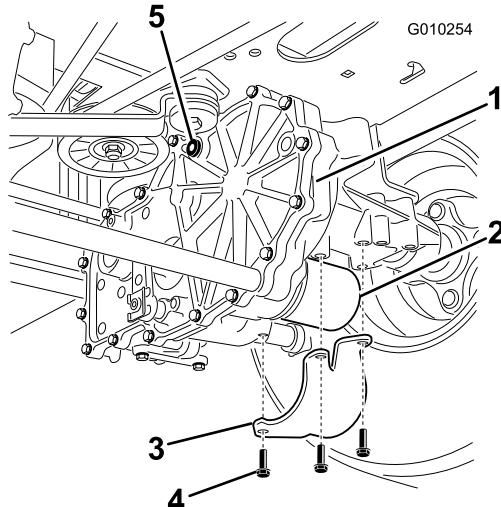

Figura 49
2. Localice el filtro y los protectores de cada sistema de tracción del transeje (Figura 49). Retire los tres tornillos que sujetan el protector del filtro, y retire el protector.